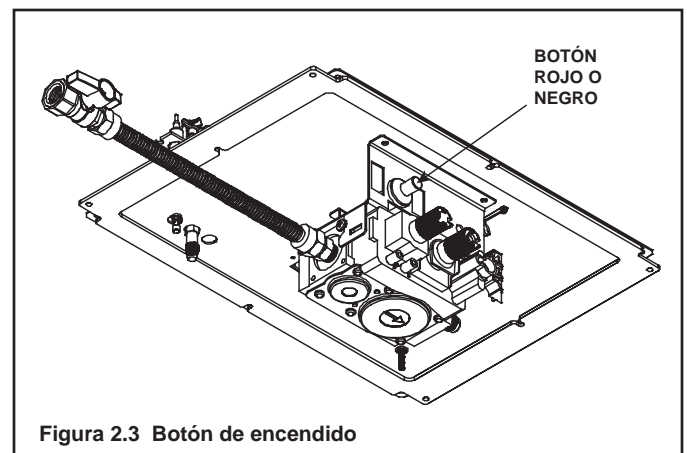

Figura 2.3 Botón de encendido
- El sistema de encendido con piloto fijo cuenta con un botón de encendido rojo o negro (consulte la Figura 2.3).